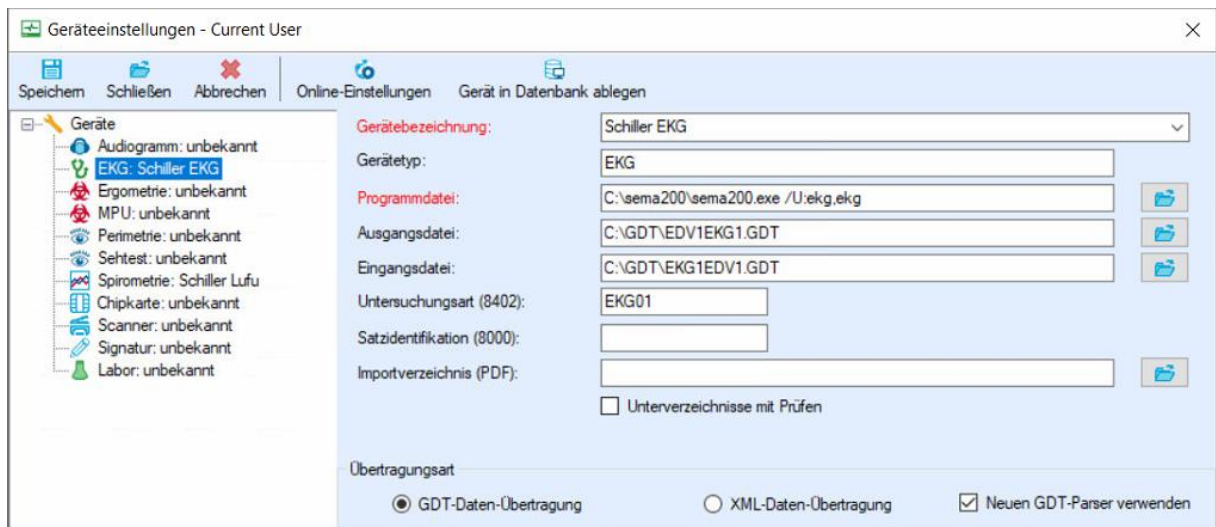

Abbildung 9: Geräteeinstellungen Schiller
**Hinweis:** Bitte achten Sie darauf, den Dateinamen genau so wie unter Punkt Abbildung 9 gezeigt einzutragen. Wichtig ist hier auch die Groß- und Kleinschreibung!